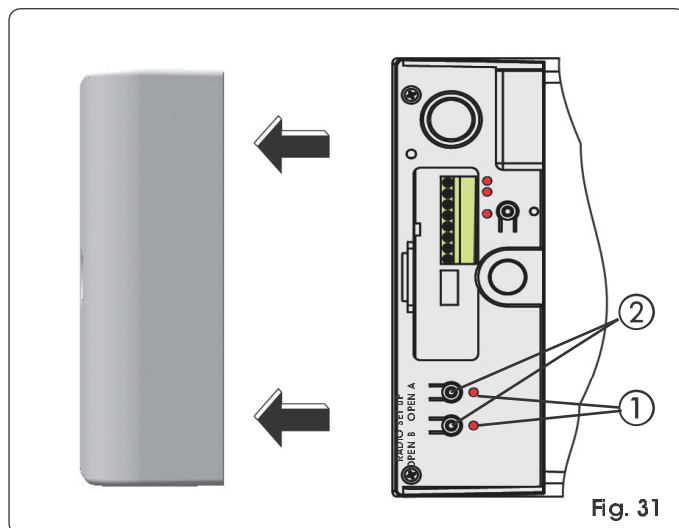

Fig. 31
- 4) Premere, per 1 secondo, il pulsante OPEN A o OPEN B (Fig. 31 rif. ②), per memorizzare rispettivamente l'apertura totale o quella parziale.
- 2) Premere, per 1 secondo, il pulsante OPEN A o OPEN B (Fig. 31 rif. ②), per memorizzare rispettivamente l'apertura totale o quella parziale.